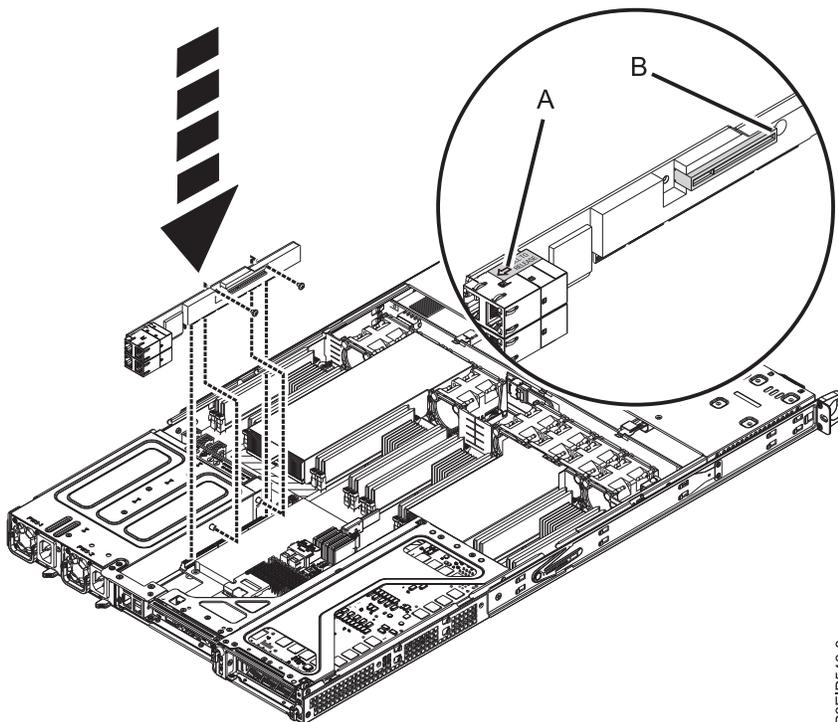

Abbildung 40. Schrauben der PCIe-Riserkarte austauschen
- b. Tauschen Sie die zwei Schrauben aus, mit denen die PCIe-Riserkarte am Chassis befestigt wird (siehe Abb. 40).